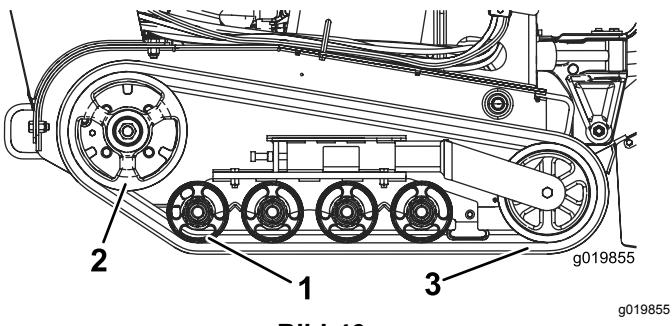

Bild 46
**Wichtig:** Reinigen Sie die Straßenräder und das Antriebsrad gründlich (Bild 46). Die Straßenräder sollten sich in sauberem Zustand ungehindert drehen.
8. Legen Sie die neue Kette, beginnend beim Antriebsrad, um das Rad und stellen Sie sicher, dass die Stollen an der Kette zwischen die Distanzstücke am Kettenrad passen (Bild 46).
9. Drücken Sie die Kette unter und zwischen das hintere und mittlere Straßenrad (Bild 46).